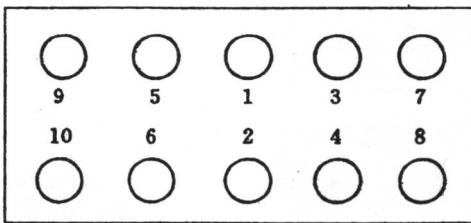

图 1 - 10
(3) 调整发动机转速及加速性能；调整火花塞间隙及分电器触点间隙(见图 1 - 11)。